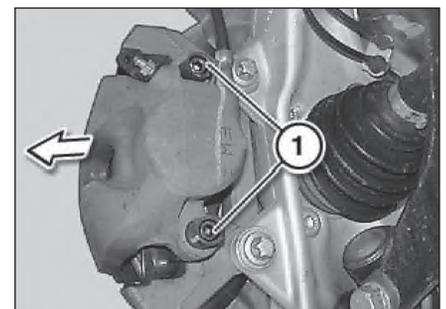

Рис. 8.8. Направляющие пальцы
- Используя приспособление «34.1.080» или торцовый шестигранный ключом на 7/9 мм, отвернуть нижний и верхний направляющие пальцы суппорта (1, рис. 8.8). Снять суппорт, переместив его назад. Закрепить суппорт проволоочной скобой на кузове автомобиля. Тормозной шланг не отсоединять. Проследить, чтобы он не был натянут.